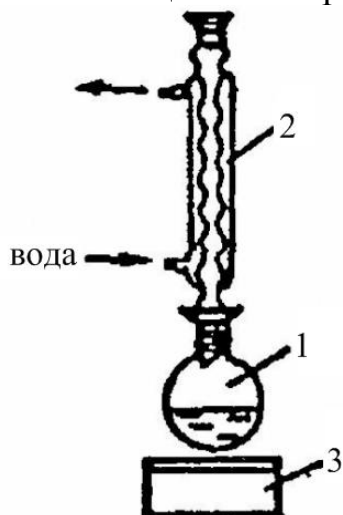

Рис. 2. Установка для приготування насиченого розчину:
2. *Приготування насиченого розчину.* Речовину (бензолсульфамід) та кілька кип'ятільних камінців завантажують у круглодонну колбу і додають невелику кількість розчинника. Колбу, з'єднану із зворотним холодильником, нагрівають до кипіння розчину. Якщо речовина не розчинилася, розчинник додають невеликими порціями до повного її розчинення. Якщо розчин забарвлений, то його охолоджують, додають адсорбент активоване вугілля (~ 1% від маси речовини) і кип'ятять 5 хвилин (рис. 2).